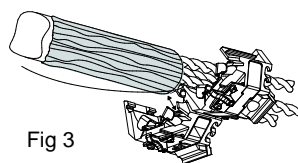
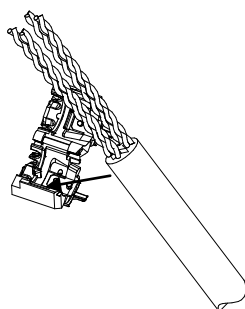

Fig 3
Fig 4
4. Line up the wire manager with the blue pair indication on the label in line with the blue pair of the cable. Align the drain wire with a drain wire capture notch. (See Fig. 3). Ensure that the end of the cable jacket is at the cable jacket stop inside the wire manager, and click the wire manager closed. (See Fig. 4).
4. Aligner la paire bleue du câble sur la marque correspondante trouvée sur l'étiquette du gestionnaire. Aligner le fil de masse sur l'encoche prévue pour le recevoir (figure 3). S'assurer que le bord de la gaine s'appuie sur la butée interne du gestionnaire et refermer ce dernier (figure 4).
4. Alinee el guiador de cable del par azul con la indicación en la etiqueta en la línea con el par azul del cable. Alinee el cable a tierra con el cable a tierra de la tuerca de seguridad. (Ver Fig3). Asegúrese que la punta del forro del cable esté en el tope de la cubierta del cable en el interior del guiador de cable y cierre el guiador de cable hasta que haga un clic de cerrado (Ver Fig. 4).